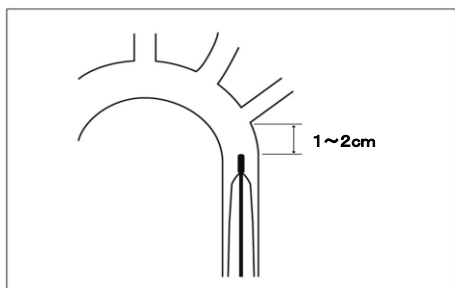
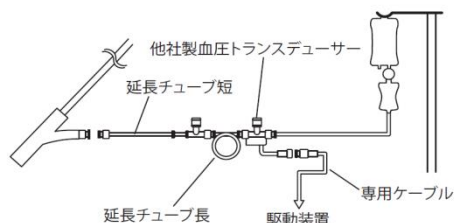

図 4. バルーン先端位置
図 5. 血圧モニタリング接続
(15) X 線透視下でガイドワイヤ先端とバルーン先端を確認しながら、ガイドワイヤに沿って IAB カテーテルを進めバルーンの先端を大動脈弓部の直下に位置させる。(図 4 参照)
(16) 手順(17)に進む。	(16) バルーン部が全てシースから出たことを以下の要領で確認する。IAB カテーテルの深度マーカ（バルーンに一番近い巾広のマーカ、またはそれ以降のマーカ）がシース内に入っていること。
(17) IAB カテーテルの位置を決めたら、ガイドワイヤを抜去する。
(18) 三方活栓と血圧モニタリングラインを IAB カテーテルのセントラルルーメン後端に接続する。血液を 3mL 吸引した後、IAB カテーテルのセントラルルーメンを 3~5mL の滅菌生理食塩水でフラッシュする。
(19) 標準的な持続注入機構の付いた圧力モニタリングセットと、血圧モニタリングラインを接続する。(図 5 参照)